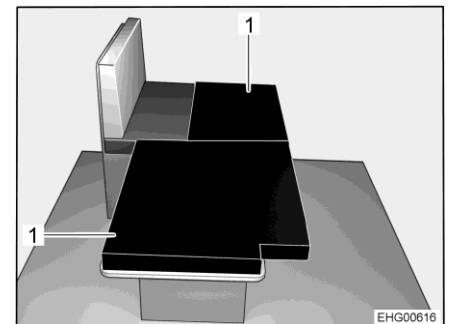

Fig. 63 Dopo la trasformazione
- Posizionare i due cuscini aggiuntivi (Fig. 63,1) sul tavolo ribassato, come illustrato.